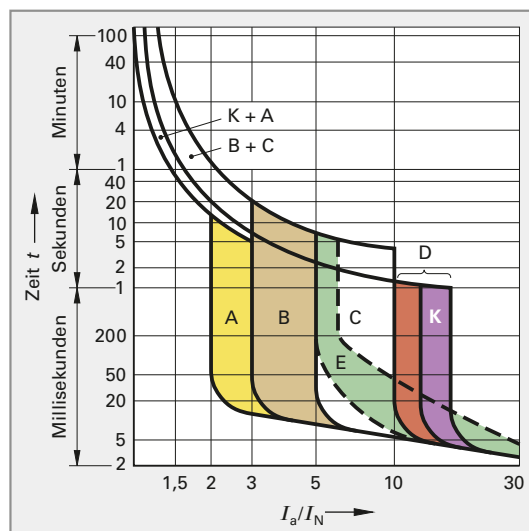

Bild 1: Auslöseebänder von Leitungsschutzschaltern
6. Ein Leitungsschutzschalter 4 A Typ C löste bei achtfacher Bemessungsstromstärke aus (**Bild 1**). Welcher Auslösemechanismus (thermisch, elektromagnetisch) reagierte am schnellsten?